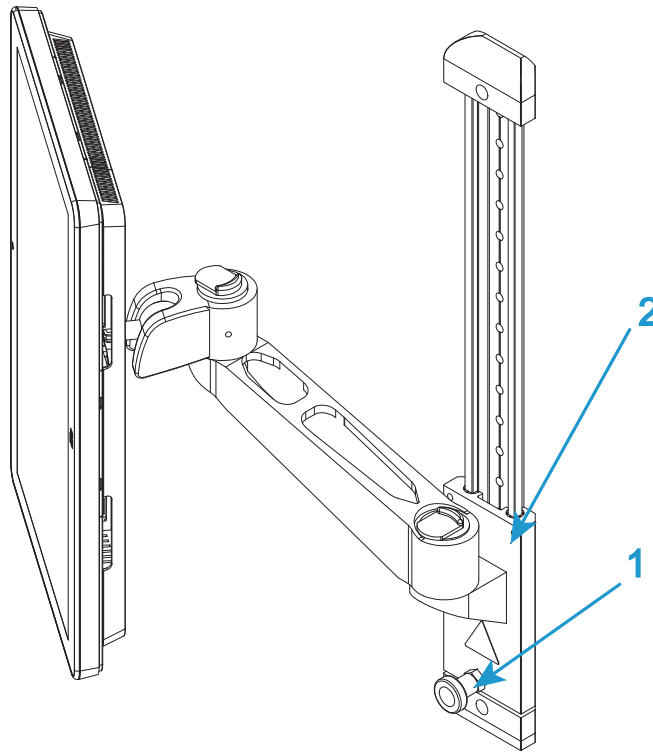

Figura 6. Regolazione dell'altezza
1. La barra di scorrimento consente di regolare l'altezza del Dashboard operatore® Bluehill per diverse esigenze di comfort. Allentare il blocco (1 in Figura 6 a pagina 45) e far scorrere il braccio di montaggio (2 in Figura 6 a pagina 45) all'altezza desiderata. Stringere nuovamente il blocco.